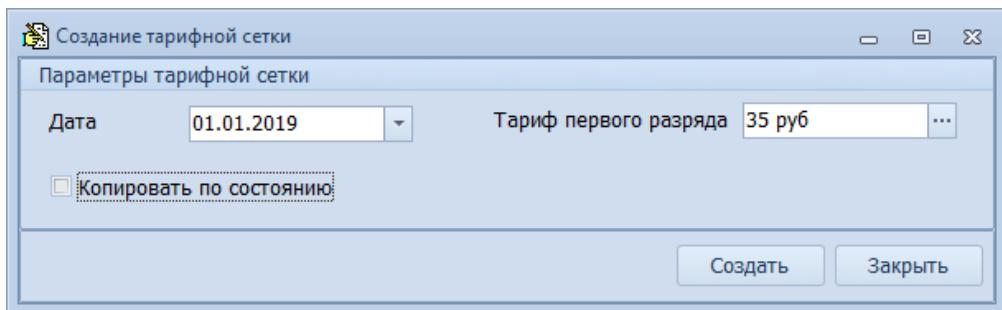

Рисунок 227. Пример указания параметров в диалоговом окне
5.3 Включить (установить галку) или отключить (убрать установленную галку) настройку «Копировать по состоянию» (рис. 227).